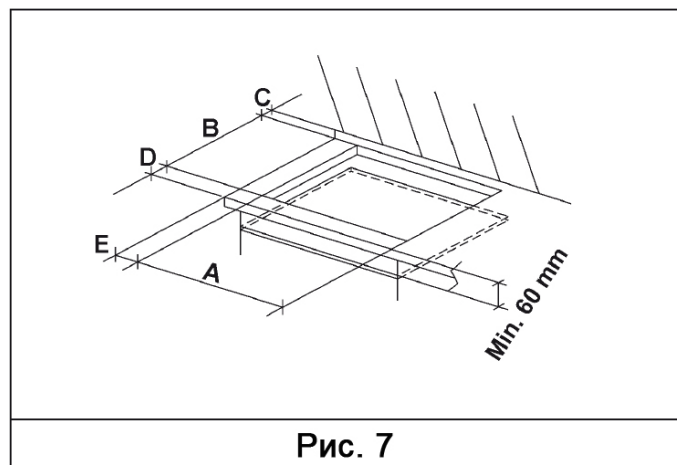

Рис. 7
Размеры ниши для встраивания прибора указаны на рисунке 7. Всегда соблюдайте рекомендованные размеры для установки прибора (см. Рис. 7 и 8).
- Чтобы предотвратить возможное соприкосновение с горячим дном работающей варочной панели, необходимо расположить деревянную вставку, прикрепленную с помощью шурупов, на расстоянии не менее 60 мм от рабочей поверхности (Рис. 7).